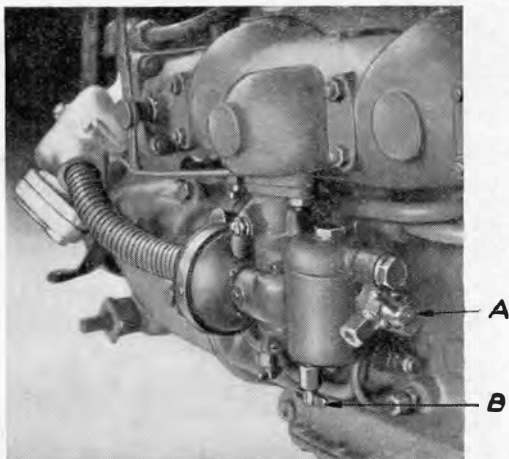

Bild 3
- 2 Motorn startas på bensin och köres varm. Övergång till drift med motorfotogen sker genom omställning av den på förgasaren befintliga 3-vägskranen (se bild 3). Omställning till fotogendrift får icke ske förrän motorn uppnått full driftstemperatur, d. v. s. 80°—85° C.